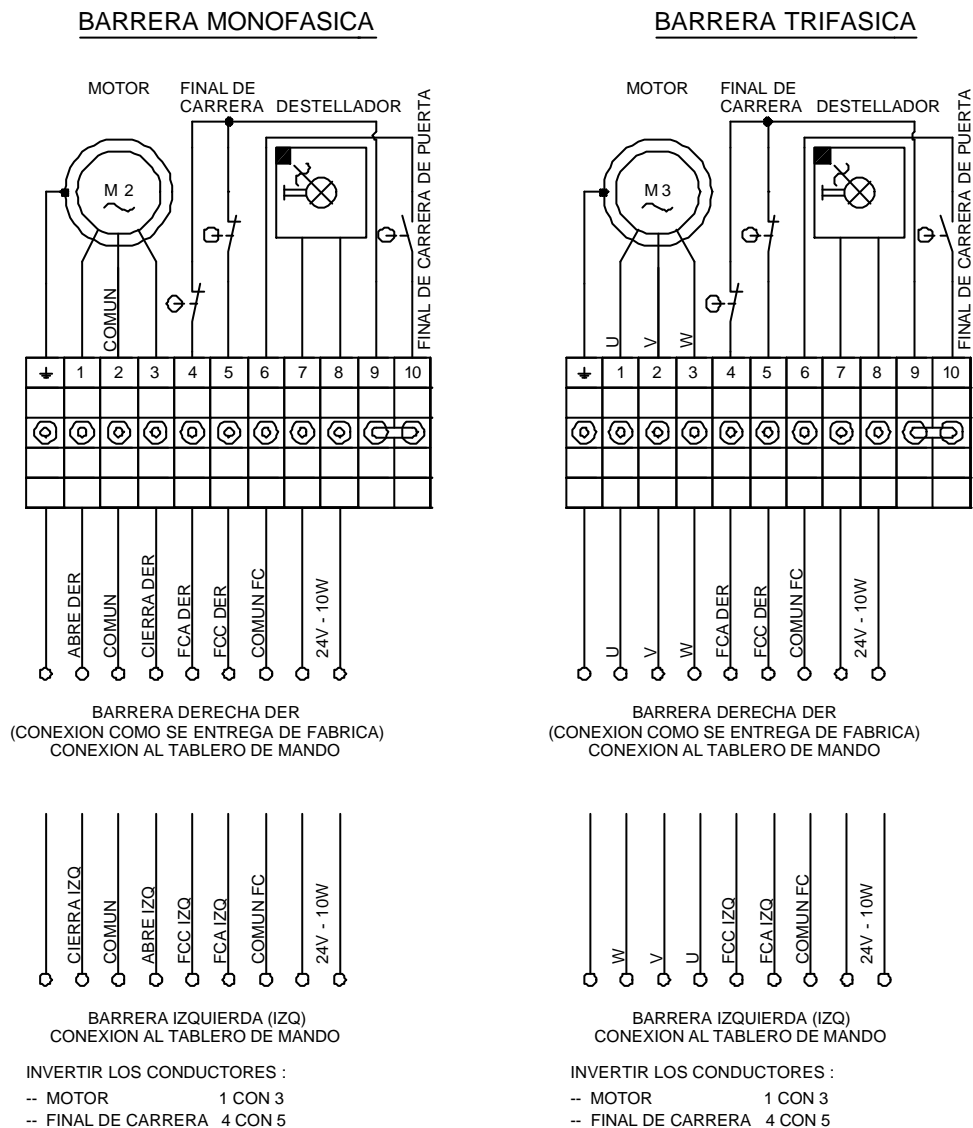

Fig. 10
9. Invertir los cables de los finales de carrera y luego intercambiar las conexiones con respecto a las indicaciones del diagrama eléctrico de la Fig. 10 que se refieren a la barrera derecha. En el caso de barrera izquierda, por lo tanto, es necesario conectar los bornes del cuadro correspondientes al final de carrera de CIERRE en la regleta con el número 4 y el final de carrera del cuadro de APERTURA en la regleta con el número 5. Después de la conexión de los cables al motor, proceder como está indicado en el párrafo "PUESTA EN SERVICIO" saltando las indicaciones al punto N.B.